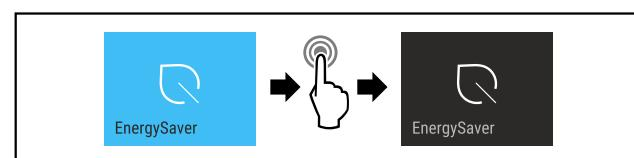

Fig. 17
- Efectuați pași de acțiune (vezi Fig. 17).